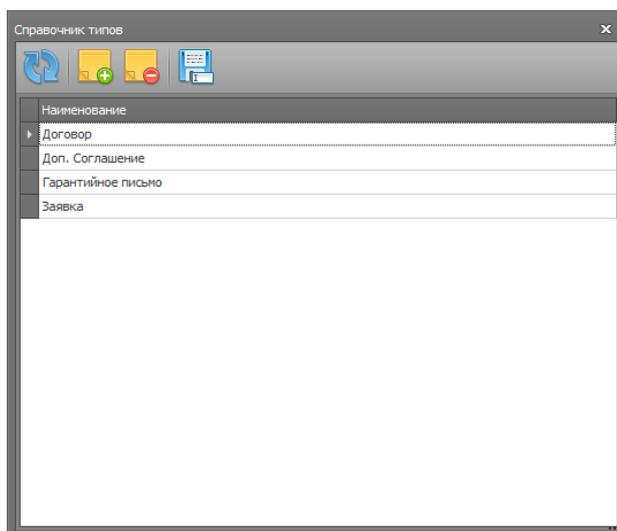

Рисунок 40
- В открывшемся диалоговом окне - **Справочник типов (рис.40)**, пользуясь кнопками панели управления данного окна, редактируйте справочник